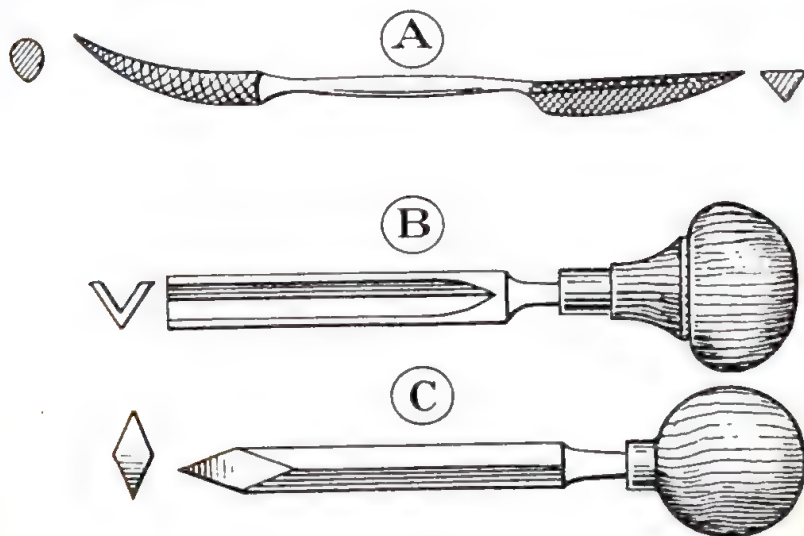

FIG. 90
C) Un *risloir* (fig. 90, A) que les sculpteurs sur bois emploient pour finir et polir le bois dans les endroits inaccessibles à la gouge ou au fermail. Cet instrument se compose d'une tige centrale A se prolongeant à chacune de ses extrémités par un épanouissement B recourbé et taillé comme les râpes à bois ; la section en est variable mais la plus pratique, pour le soudo-braseur bien entendu, est la section triangulaire. Chaque picot ou dent de la râpe enlève un petit copeau d'aluminium et l'on arrive ainsi assez rapidement à creuser un sillon en forme de V tout au long de la fracture qu'il faut réduire. Vous pourriez tout aussi bien avoir recours à :